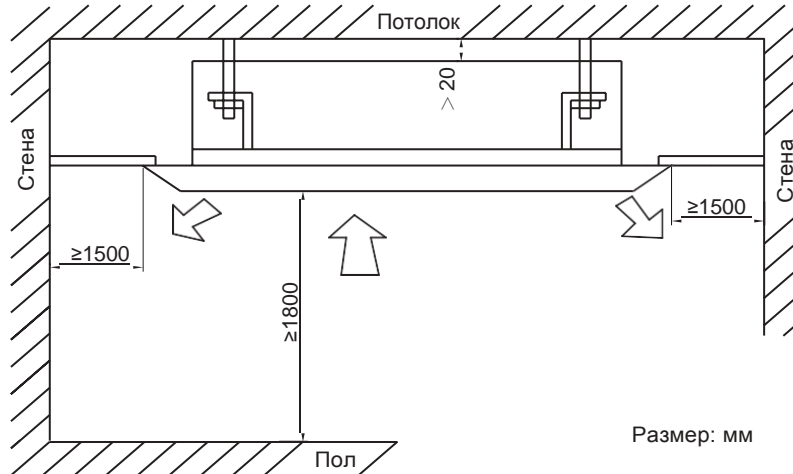

Рис. 11.17.
11.5.2. На рис. 11.17. указаны минимальные допустимые расстояния от 4x-поточного кассетного блока (обычного или компактного) до ограждающих конструкций.